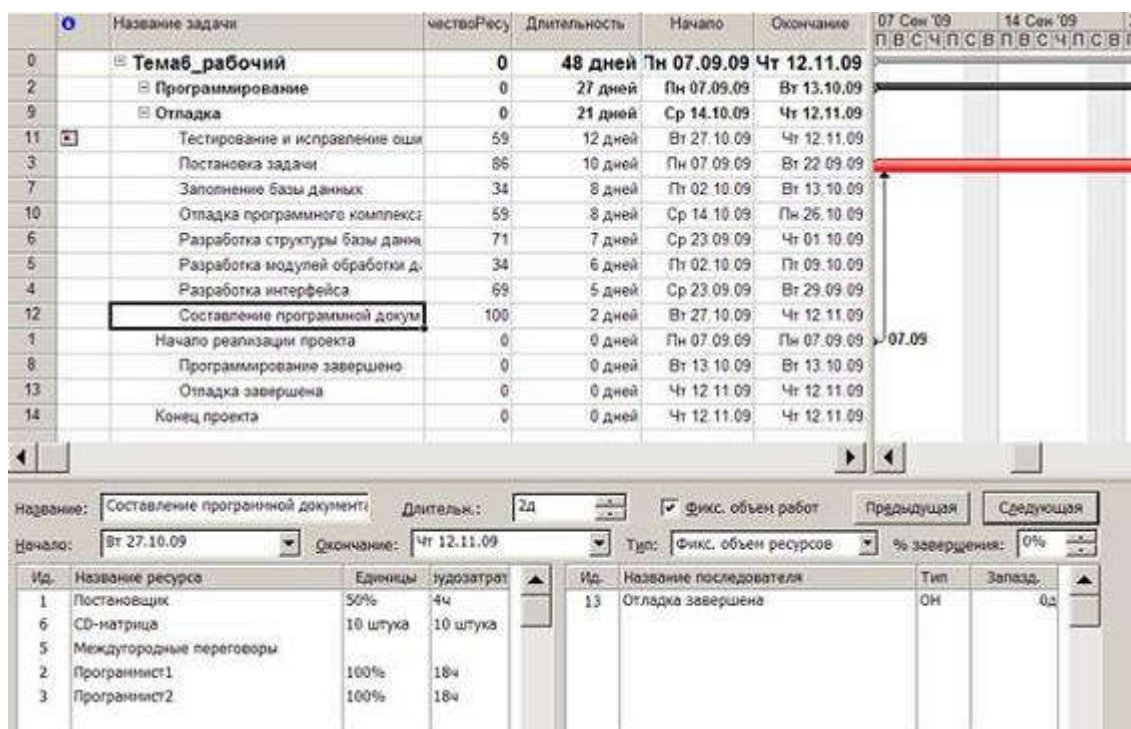

Рис. 6.29. Представление для анализа
4. Анализируем таблицу и содержимое формы, изображенные на рис. 6.29. Вывод: наиболее рискованными являются задачи *Тестирование и исправление ошибок* (как наиболее длительная и имеющая три трудовых ресурса) и *Составление программной документации* (как наиболее ресурсоемкая).